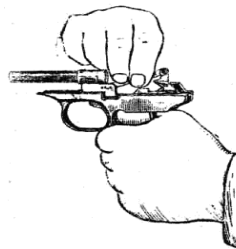

Рис. 75. Отделение спусковой тяги с рычагом взвода от рамки
5. **Отделить спусковую тягу с рычагом взвода от рамки.** Удерживая рамку в левой руке, правой рукой приподнять задний конец спусковой тяги (рис. 75) и вывести цапфу из отверстия спускового крючка.